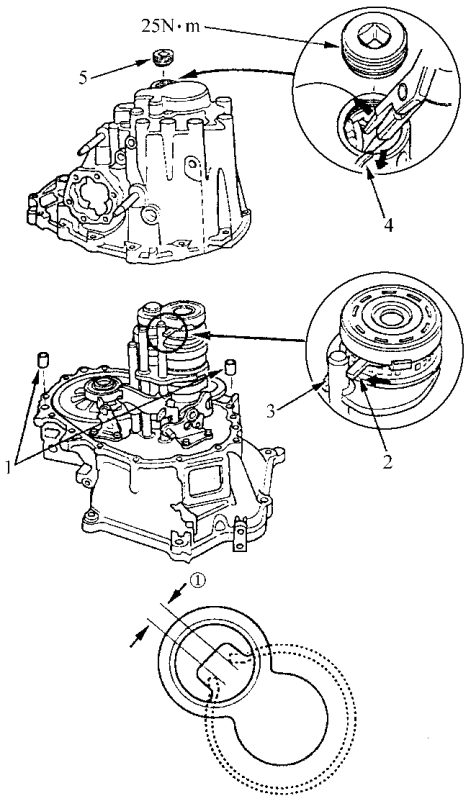

图 4-112 安装定位销
11) 如图 4-112 所示，让锥形环上的指针与 5 档换挡拨叉接触。将 52mm 卡簧扩张，降低变速器壳体。放开卡簧，让它卡在副轴轴承的凹槽内。安装尺寸①：4.6~8.3mm。